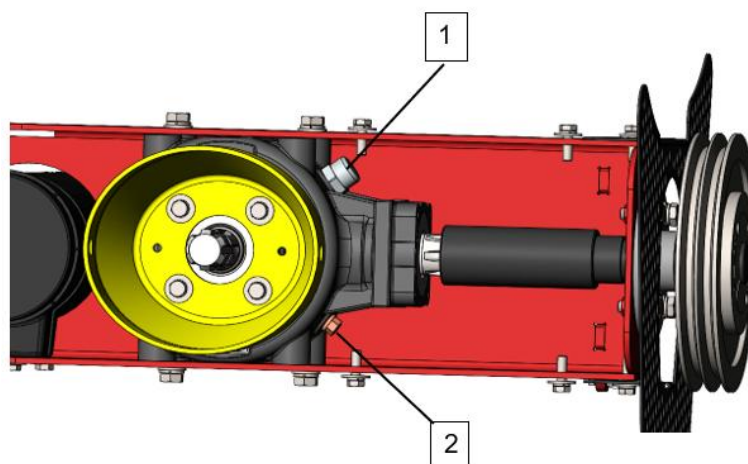

Abb. 14
4. Entfernen Sie die Entlüftung (1), (Abb. 14).
5. Entfernen Sie das Öl mit einer Absaugpumpe oder stellen Sie einen Auffangbehälter mit ausreichendem Fassungsvermögen (mehr als 2,5 Liter / 0,66 Gallonen) unter die Ablassschraube (2) und entfernen Sie die Schraube.
7. Setzen Sie die Schraube (2) wieder ein.
8. Füllen Sie das Getriebe über die Öffnung des Entlüftungsventils (1) mit der in der Tabelle angegebenen Menge.
9. Montieren Sie die Entlüftung (1).